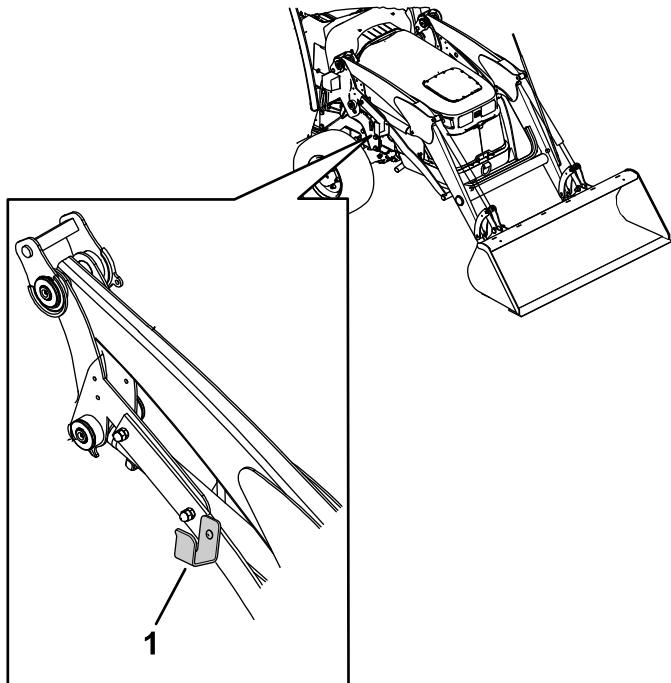

Bild 49
8. Platzieren Sie das Schlauchbündel auf der Schlauchlagerplatte (Bild 49).